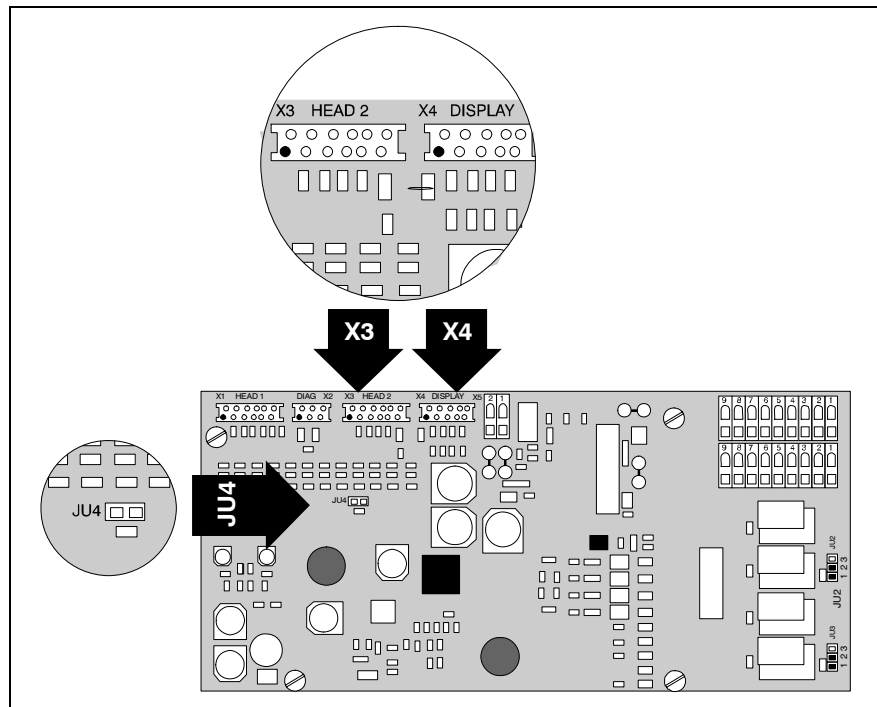

Рис. 5.22: Подключение основной платы X3, X4 и JU4
6. Выставьте переключку JU4 на основной плате. (см. Рис. 5.22)
7. Подключите модуль детекции с помощью плоского ленточного кабеля к основной плате. Клемма: X3 HEAD 2 (см. Рис. 5.22)